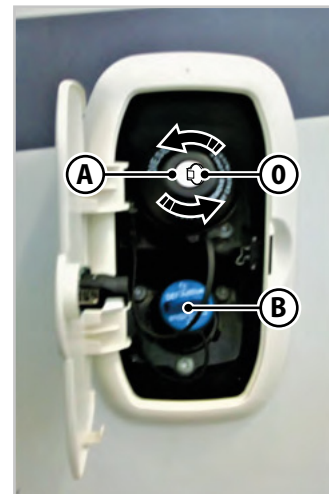

Fig.5.7 - Tanklock
För att öppna tankluckan (Fig.5.7):
För att stänga tankluckan (Fig.5.7):
För att öppna locket (**B**-Fig.5.7) för AD-BLUE-tillsatsen, vrid locket moturs och ta bort det. Fortsätt sedan med tankningen. Vidta åtgärden i omvänd ordning för att stänga den.
1. Dra spaken i pilens riktning **A** (Fig.5.7 och Fig.5.8, varierar beroende på fordonstyp), placerad till vänster om rattstängan.